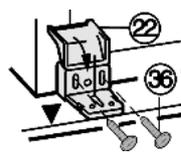

Fig. 29
- ▶ Avvitare la squadra di plastica Fig. 29 (22) con le viti M5 Fig. 29 (36) all'apparecchio, lato maniglia.
- ▶ Allineare la squadra di plastica Fig. 29 (22) a filo con il bordo anteriore del fondo del mobile.